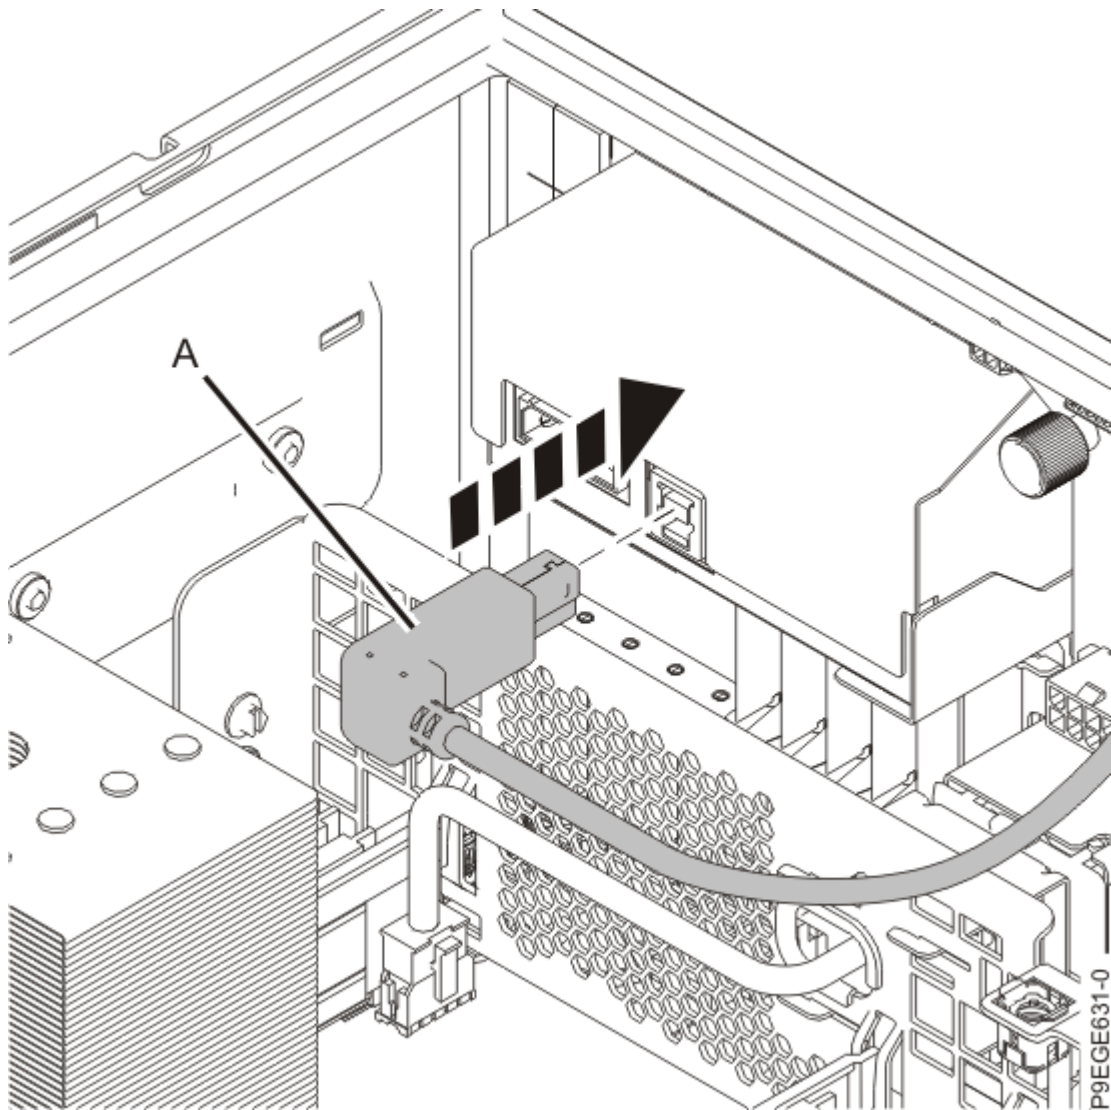

Abbildung 31. RDX-USB-Kabel wieder anschließen
- e) Wenn der Server eine RDX-Andockstation enthält, dann schließen Sie das USB-Kabel **(A)** an der Rückseite der RDX-Andockstation an (siehe Abbildung 31 auf Seite 33).